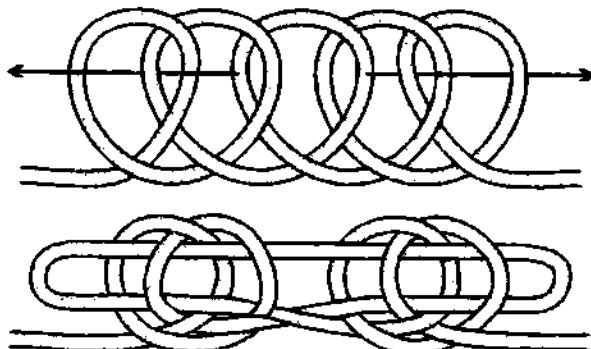

Рис. 140. Английские название **олимпийского узла** – «два сердца, бьющиеся как одно».
**Олимпийский узел** – ещё одна разновидность **кольшки** (рис. 140). **Олимпийский узел** очень надёжный и безопасный. Несмотря на то, что узел выглядит довольно сложным, вяжется он просто и быстро. Перед работой узел необходимо расправить и затянуть. **Олимпийский узел** с успехом можно использовать и в декоративных целях.